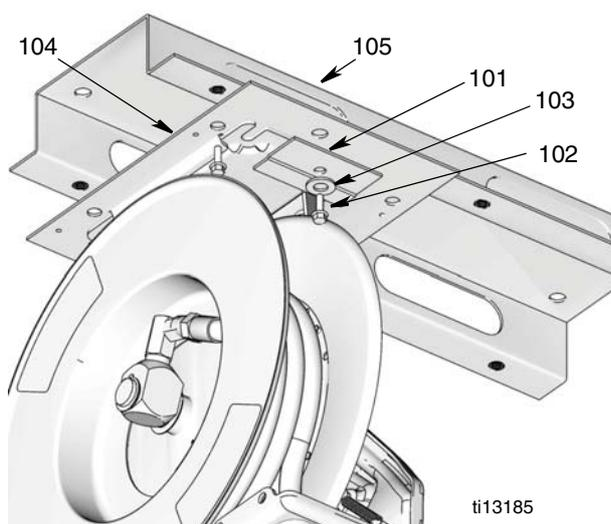

FIG. 7
1. Instale el canal de montaje (105) y la placa base (104) (modelos HP) según se muestra en la FIG. 7.
2. Deslice el carrete de manguera en la placa base (104) e instale la placa de sujeción (101), la arandela (103) y el perno (102). Apriete el tornillo firmemente (FIG. 7, página 13).
- Solo carretes modelo HP** (FIG. 7, página 13): Deslice el carrete de manguera en la placa base (104) e instale la placa de sujeción (101), la arandela (103) y el perno (102). Apriete el tornillo firmemente.